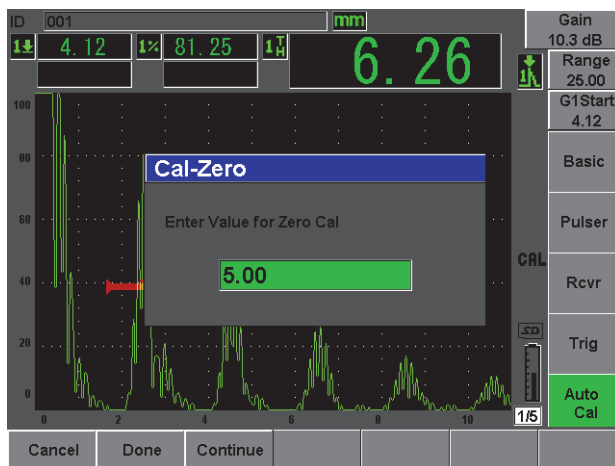

図 2-15 校正ゼロの値
6. “校正ゼロ：Cal-Zero”を押します（41 ページ図 2-15 参照）。